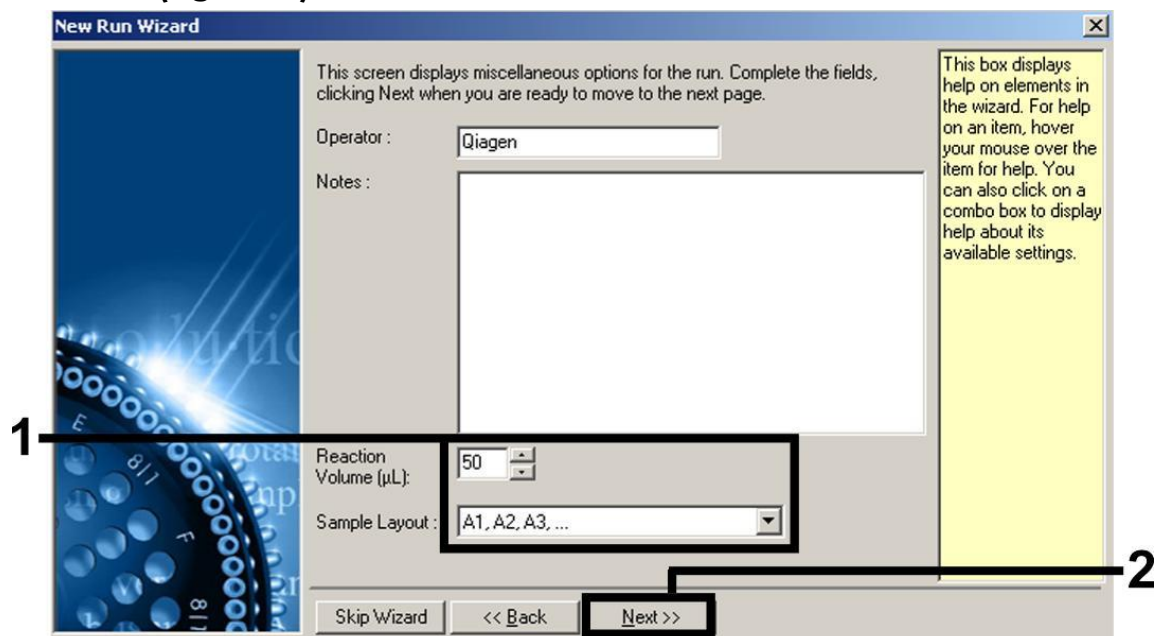

Figure 5. Définition des paramètres généraux d'analyse.
7. Sélectionner 50 pour le volume de réaction de la PCR et cliquer sur « Next » (figure 5).